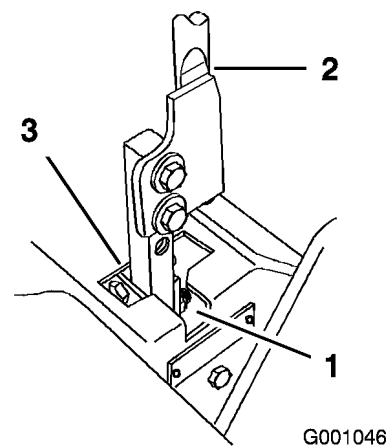

Figure 53
5. Placez le levier au point mort, sans le verrouiller (Figure 53).
- Vérifiez la position du levier par rapport au cran de la console (Figure 53). Il doit être centré de façon à pouvoir pivoter vers l'extérieur jusqu'à la position de verrouillage du point mort.